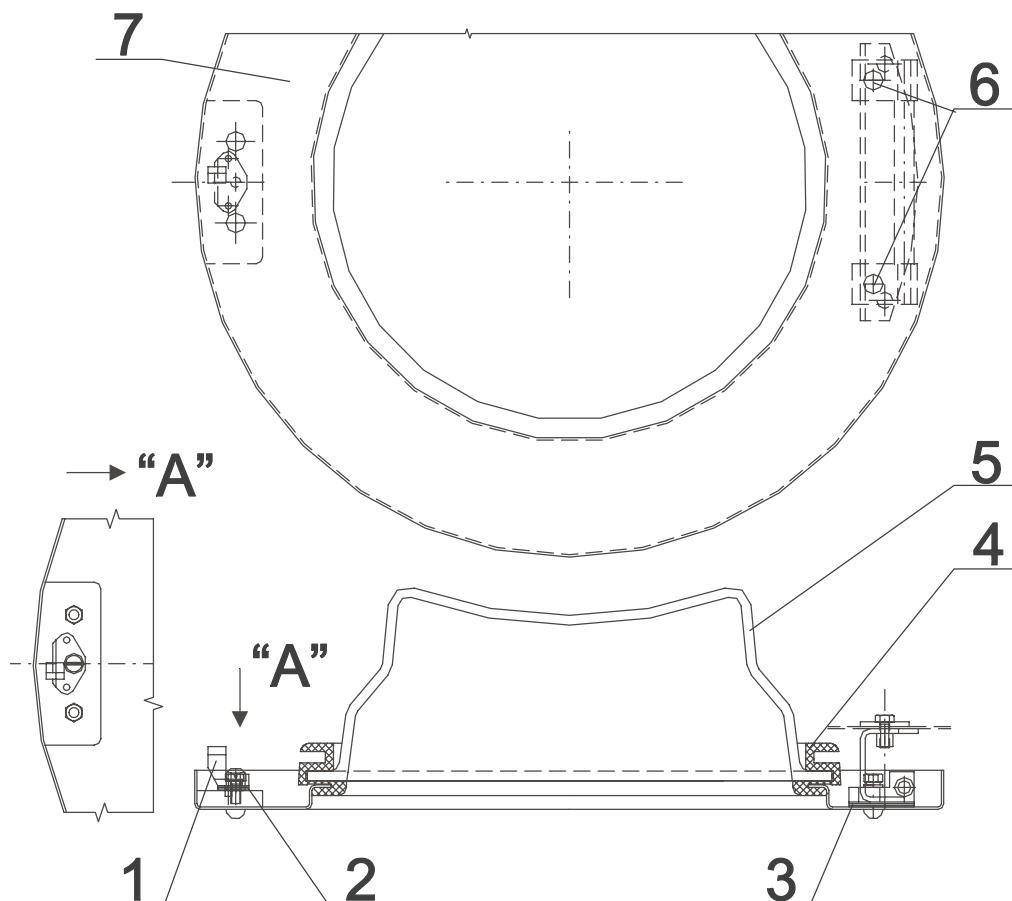

Fig. 5.2.A Serraggio dell'oblò
1. Aprire l'oblò. Togliere il vetro (fig. 5.2. numero 5) con la guarnizione (4) dal telaio in acciaio inossidabile (7) spingendolo verso il cesto. Eseguire l'operazione con cautela, per non danneggiare il vetro. Togliere la guarnizione (4) dal vetro.
3. Bagnare la scanalatura (4) con acqua saponata. Collocare una corda tutt'attorno alla scanalatura. Serrare il margine con la corda e inserire l'unità nell'apertura dell'oblò (7) (con il fermo in alto). Tenere saldamente un capo della corda sull'oblò. Tirare l'altro capo verso il centro del vetro, in modo che il bordo di gomma vi si inserisca correttamente.